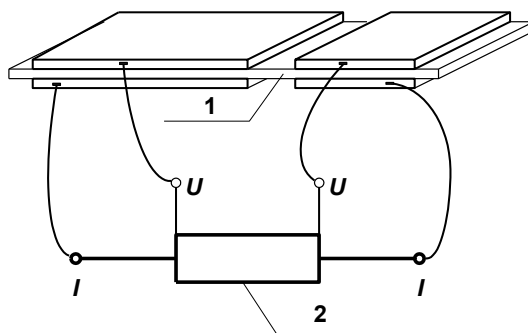

Рис. 17
3.2.7.1. С помощью штатного измерительного провода со щупами стенд СЭИТ-3 подключают к образцовой катушке сопротивления через контактное приспособление рис. 17.